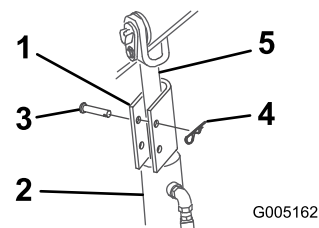

Figura 20
4. Posizionate un blocco del cilindro sull'asta di ogni cilindro di sollevamento (Figura 20).
5. Fissate ogni blocco del cilindro con un cavalletto con perno e una coppiglia (Figura 20).